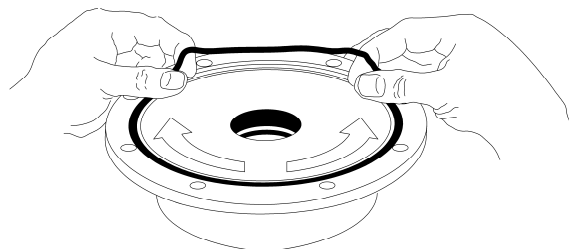

Figura 10 – Instalación de la junta tórica del cabezal
5. Instale una nueva junta tórica del cabezal (72) en la ranura de la cara interna del cabezal (20). Coloque la junta tórica en posición plana y comience a insertarla de un lado de la ranura, estirando hacia delante con los dedos, tal como se muestra en la figura 10.